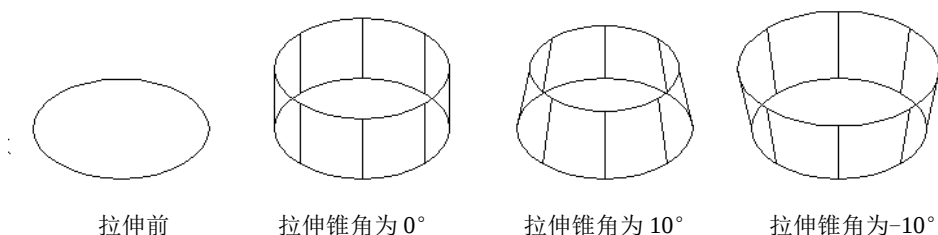

图 10-11 拉伸圆
1) 拉伸高度: 按指定的高度拉伸出三维实体对象。输入高度值后, 根据实际需要, 指定拉伸的倾斜角度。如果指定的角度为 0, AutoCAD 则把二维对象按指定的高度拉伸成柱体; 如果输入角度值, 拉伸后实体截面沿拉伸方向按此角度变化, 成为一个棱台或圆台体。如图 10-11 所示为不同角度拉伸圆的结果。